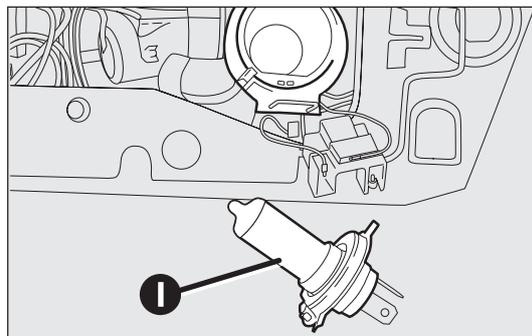

fig. 146
- extraiga la lámpara fundida I-fig. 146 e introduzca la lámpara nueva;